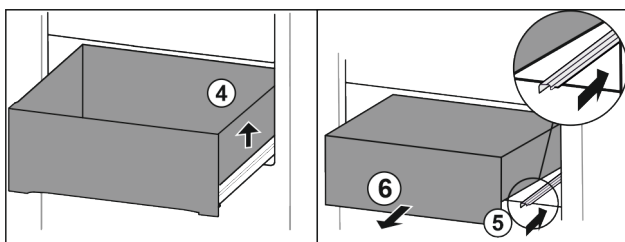

Fig. 106
- Unieść szufladę po prawej. Fig. 106 (4)
- Wsunąć prawą szynę. Fig. 106 (5)
- Wyjąć szufladę do przodu. Fig. 106 (6)